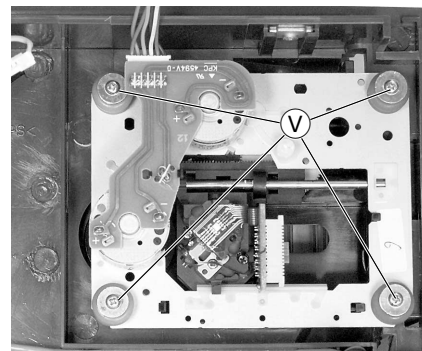

Fig. 23
- 4 Schrauben (V) herausdrehen (Fig. 23) und CD-Laufwerk herausnehmen, dabei Steckverbinder nach Bedarf öffnen.
- Undo the 4 screws (V) (Fig. 23) then remove the CD drive unit. If necessary undo the connectors.